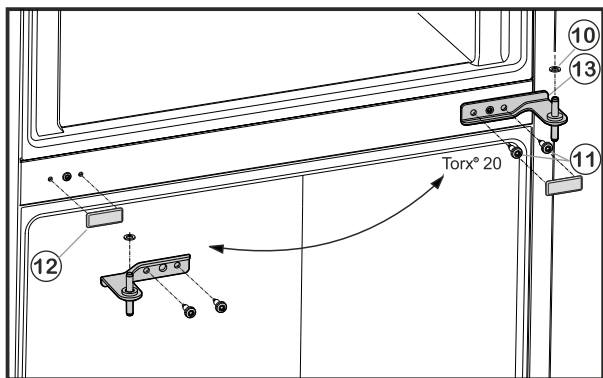

Fig. 6
- ▶ Odšroubujte upevňovací šrouby *Fig. 6 (11)* (2 x Torx® 20) a stojan ložiska uprostřed vytáhněte ze spodních dvířek.
- ▶ Vyjměte plastovou podložku *Fig. 6 (10)*.
- ▶ Kryt *Fig. 6 (12)* opatrně stáhněte.
- ▶ Kryt *Fig. 6 (12)* opět nasadte na protilehlé straně.
- ▶ Prostřední stojan ložiska *Fig. 6 (13)* otočený o 180° nasadte do spodních dvířek a našroubujte jej pomocí upevňovacích šroubů *Fig. 6 (11)* (2 x Torx® 20) pevně na novou stranu závěsu dveří (**4 Nm**).
- ▶ Opět nasadte plastovou podložku *Fig. 6 (10)*.
- ▶ Horní dvířka usadte na prostředním ložiskovém čepu *Fig. 6 (13)*.